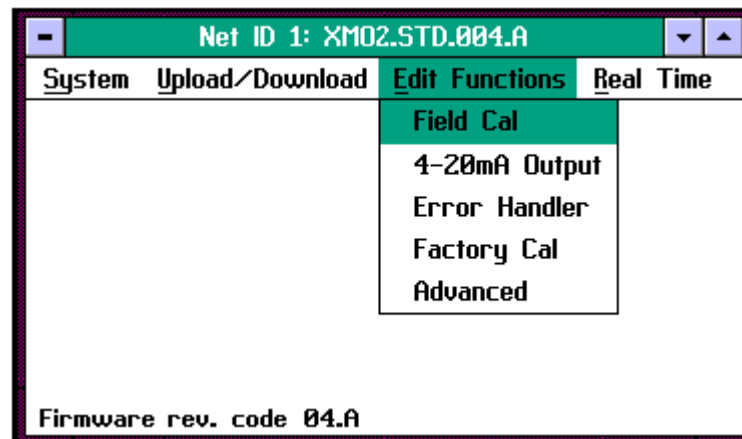
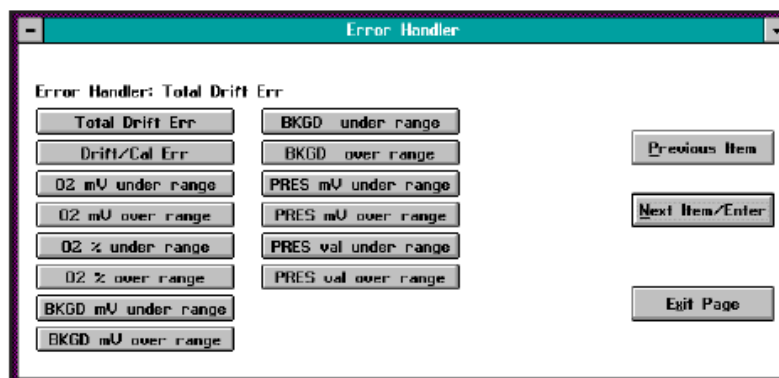
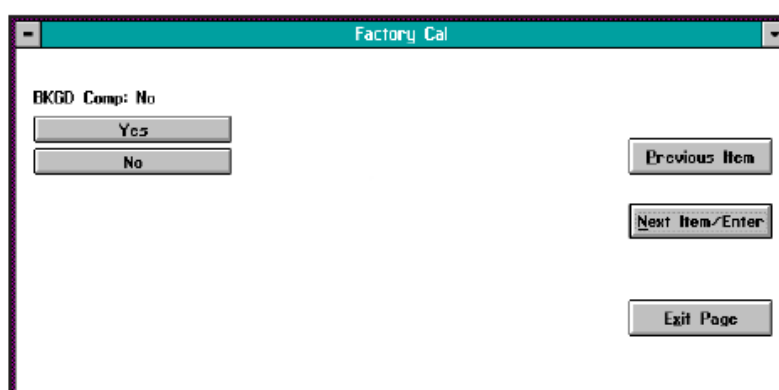

図 4-1 Edit Functions メニュー
図 4-2 Error Handler ウィンドウ
図 4-6 BKGD Comp ウィンドウ
XMO2 の校正へアクセスするには、計測器ウィンドウから *Edit Functions* プルダウンメニューを表示させなければなりません。このメニューは、下記の図 4-1 に示すように 5 つのコマンドから構成されています。これらのコマンドへは、メニューからそのコマンドを選ぶだけでアクセスできます。
すべてのメニューウィンドウの右側には、つぎの 3 種類のボタンが表示されます(4-2 ページの図 4-2 を参照してください)。
Error Handler メニューで、各種のエラー条件に対する XMO2 の対処方法を構成することができます。*Edit Functions* メニュー（4-1ページの図4-1）で *Error Handler* ボタンをクリックすると、下記の図4-2のようなウィンドウが開きます。
Edit Functions メニュー（4-1 ページの図 4-1 参照）で、Factory Cal ボタンをクリックします。下記の図 4-6 のような画面が開きます。
6. *Exit Page* ボタンを何回かクリックして、4-1 ページの図 4-1 へ戻ります。